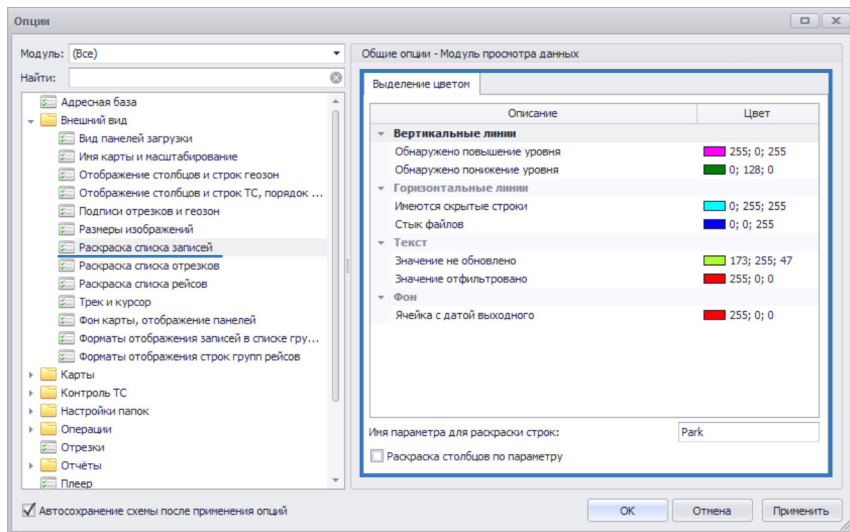

Рис.332. Настройка раскраски списка записей.
В программе «АвтоГРАФ 5 ПРО» предусмотрена раскраска записей в Модуле просмотра данных. Настроить параметры раскраски можно в меню «Опции» в разделе *Внешний вид – Раскраска списка записей* (Рис.332).
8. Раскраска всей строки записи по сработке параметра ТС. Для раскраски списка записей по сработке параметра необходимо в меню «Опции» в разделе **Внешний вид – Раскраска списка записей** (**Рис.332**) в строке «Имя параметра для раскраски строк» задать параметр для раскраски – имя или псевдоним. Если этот параметр находился во включенном состоянии, то запись, сделанная в этот момент, будет выделена цветом, который задан для включенного состояния параметра в настройках этого параметра (в списке параметров в меню «Устройства»). На **Рис.334, п.1** показан пример раскраски записей по сработке параметра превышения скорости.
9. Раскраска столбца в цвет, заданный для графика параметра. Для того чтобы разрешить раскраску столбцов, необходимо перейти в меню «Опции» в раздел **Внешний вид – Раскраска списка записей** и на вкладке «Выделение цветом» включить опцию «Раскраска столбцов по параметру» (**Рис.332**). Пример раскраски столбцов списка записей показан на **Рис.334, п.2**.